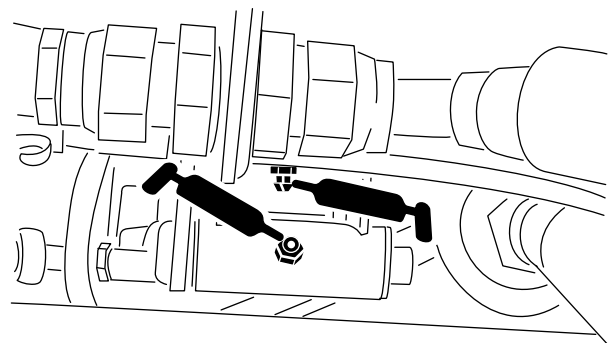
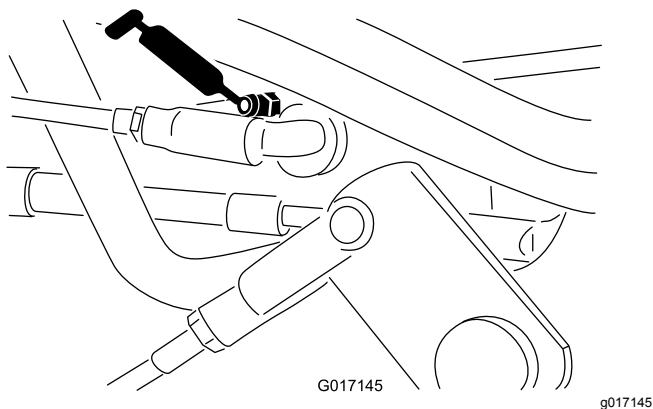

Figura 34
Figura 35
- Tiranteria del selettore di velocità (Figura 34 e Figura 35)